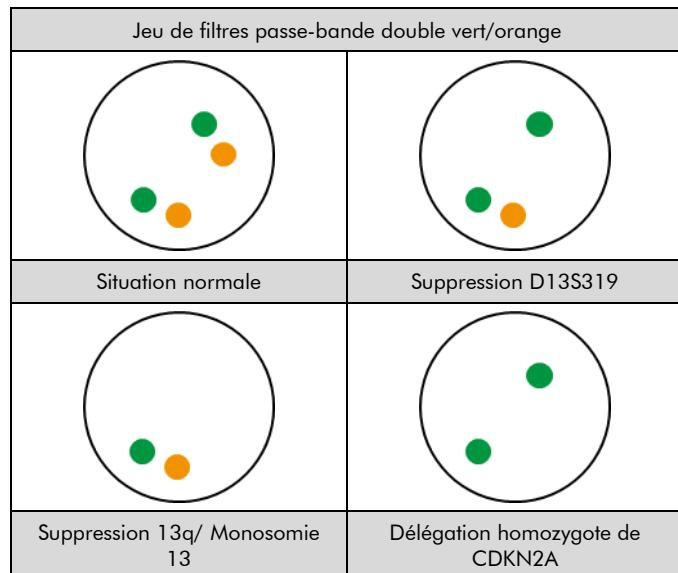

Fig. 2: Résultats attendus dans les noyaux en interfase normaux et présentant une aberration
**Situation normale :** Dans les interphases de cellules normales ou de cellules sans délétion impliquant le locus D13S319, deux signaux orange et deux signaux verts apparaissent (Voir figure 2).
délétions n'affectant qu'une partie du locus D13S319 peuvent donner lieu à un schéma de signaux normal avec des signaux orange de taille réduite. Dans une cellule présentant une délétion affectant le locus 13q34, un nombre réduit de signaux verts sera observé (Voir figure 2).